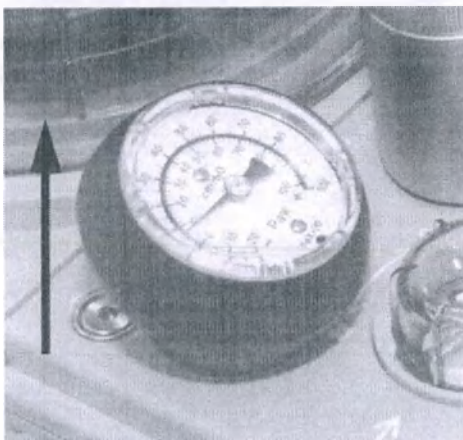

РИС. 7-15 Извлечение манометра PAW
1. Манометр PAW во время использования утоплен в корпус системы. Нет необхо- димости извлекать его для очистки. Тем не менее, если его требуется извлечь, просто потяните его вверх и вытащите из блока поглотителя, как показано на РИС. 7-15.